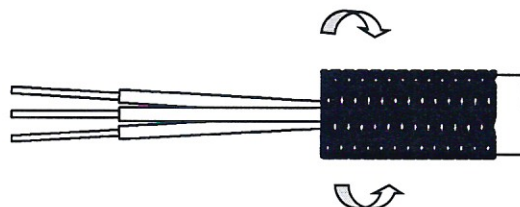

Рисунок 25 – Экранирующая оплетка
9.3 Завернуть экранирующую оплетку на внешнюю изоляцию (рис. 25).